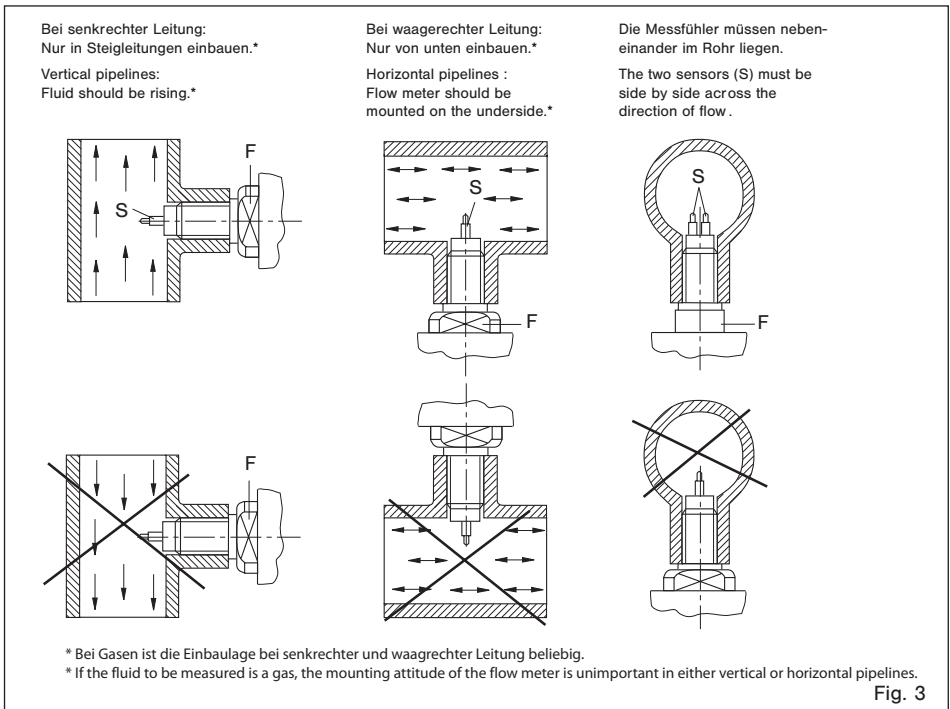
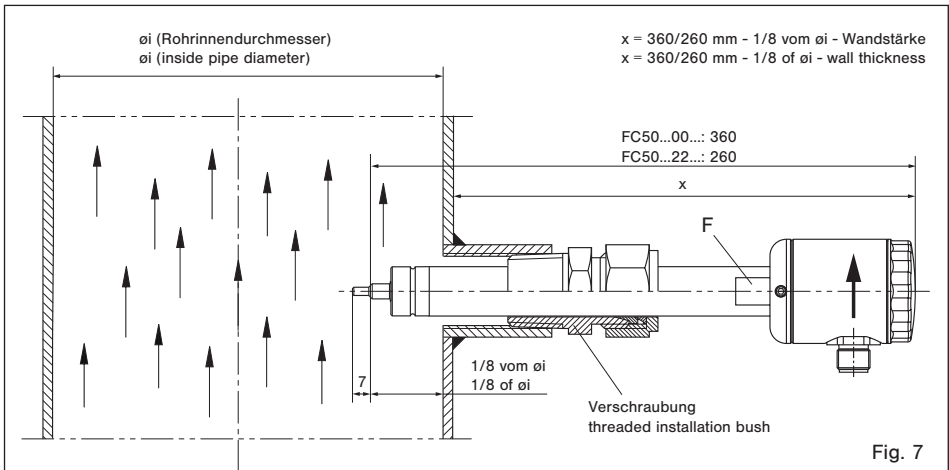

Fig. 3
Fig. 7
- 2 Den Einbauort wie folgt wählen (siehe Fig. 3):
- 2 The flow meter should be installed in the pipe in accordance with the following conditions (see fig. 3):
Die beiden Messfühler (S) müssen im eingebauten Zustand nebeneinander im Strömungsmedium liegen. Dies ist der Fall, wenn die Schlüsselansatzflächen (F) parallel zur Rohrleitung stehen (siehe Fig. 3). Bis 56 mm Rohrinne Durchmesser sollte der Einschraubstutzen bündig mit der Rohrinne wand sein. Größer 56 mm Rohrinne Durchmesser sollte die Fühlermitte (schräger Absatz) auf 1/8 des Rohrinne Durchmessers eingeschraubt werden. Der Pfeil (Laserbeschriftung) an der Seite des Gehäuses muss in Strömungsrichtung zeigen (siehe Fig. 5).
The two sensors (S) of the flow meter must be aligned side by side directly across the direction of flow. The sensors are correctly positioned when the wrench flats (F) are aligned parallel with the pipe (see fig. 3). For inside pipe diameters up to 56 mm (2.2 in) the shaft end should be in line with the inner pipe wall. For inside pipe diameters above 56 mm (2.2 in) the shoulder of the two sensors (7 mm (0.28 in) from the tip) should be positioned at 1/8 of inside pipe diameter $\varnothing i$. The arrow (laser marking) at the side of the housing must show in direction of flow (see fig. 5).
Die beiden Messfühler (S) müssen im eingebauten Zustand nebeneinander im Strömungsmedium liegen. Dies ist der Fall, wenn die Schlüsselansatzflächen (F) parallel zur Rohrleitung stehen (siehe Fig. 3). Die Fühlermitte (schräger Absatz) sollte bei $1/8$ des Rohrinneindurchmessers positioniert werden. Der Pfeil (Laserbeschriftung) an der Seite des Gehäuses muss in Strömungsrichtung zeigen (siehe Fig. 7).
The two sensors (S) on the flow meter must be aligned side by side directly across the direction of flow. The sensors are correctly positioned when the wrench flats (F) are aligned parallel with the pipe (see fig. 3). The shoulder of the two sensors (7 mm (0.28 in) from the tip) should be positioned at $1/8$ of inside pipe diameter \varnothing_i . The arrow (laser marking) at the side of the housing must show in direction of flow (see fig. 7).